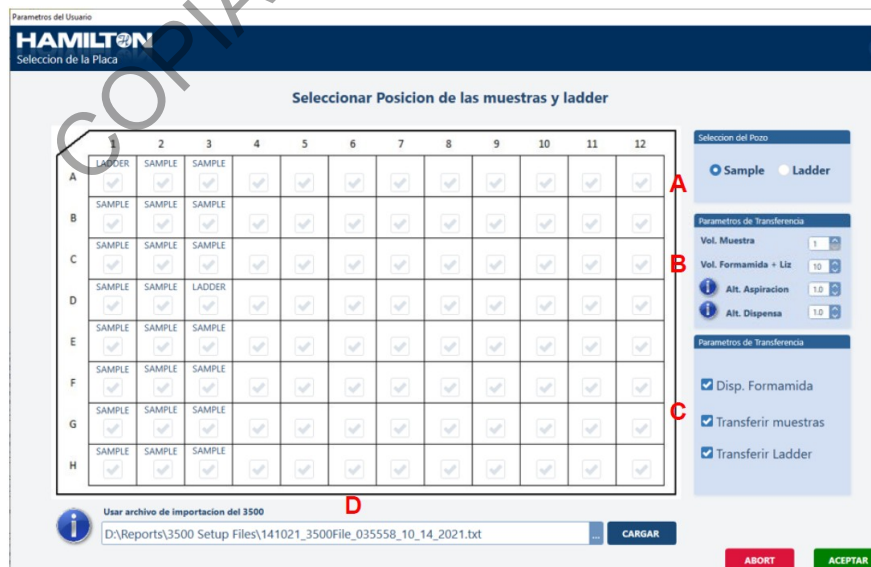

Figura 3. Menú de configuración para Selección de la Placa.
8. Una vez que se seleccione el menú de "Llenar Placas" se deberá realizar la configuración del método de trabajo: (ver figura 3)